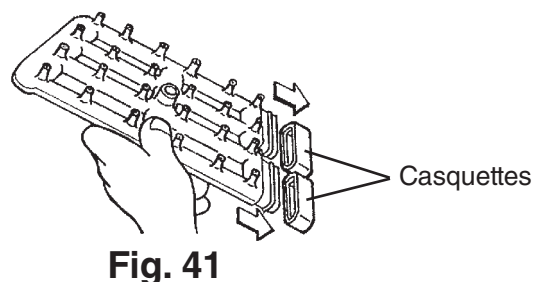

Fig. 41
8. Retirez les deux casquettes. Voir Fig. 41.